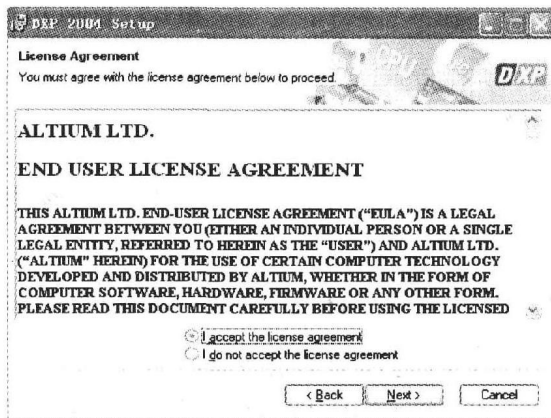

图 1-2 “许可说明” 对话框
2) 单击该对话框中的 **Next >** 按钮, 出现如图 1-2 所示的 “许可说明” 对话框。在该对话框中选 “I accept the license agreement” 选项, 然后单击 **Next >** 按钮, 进入下一安装步骤。